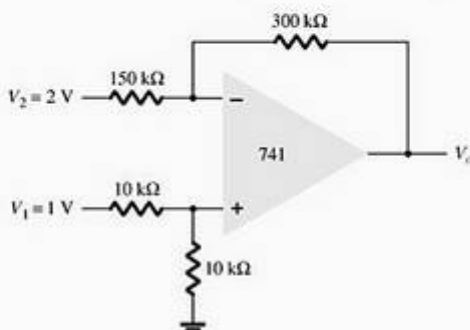

Figura 14.51 Problema 7.
7. Determine a tensão de saída para o circuito da Figura 14.51.